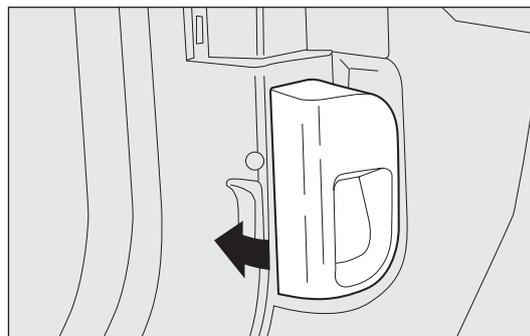

fig. 100
- tirare la leva fig. 100 nel senso indicato dalla freccia;